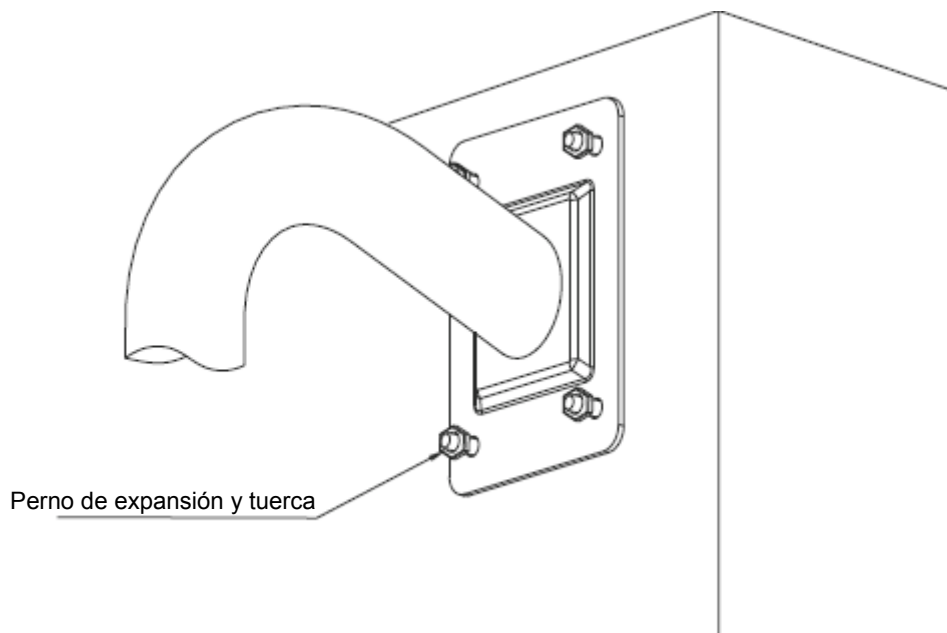

Figura 3-3
- 3) Taladre agujeros en la pared en función de los agujeros de instalación en la parte inferior del soporte de montaje de pared. Por favor, asegúrese de que la salida del cable del soporte esté frente al agujero taladrado en la pared. Introduzca los pernos de expansión (no incluidos) en los agujeros que acaba de taladrar. Conecte el cable compuesto y tire de él a través del agujero en la pared. Use cuatro pernos de expansión de cabeza hexagonal y arandela plana para asegurar el soporte a la pared. Consulte la Figura 3-3.